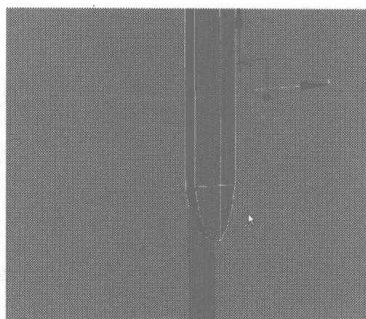

图 4.412
- 03 选择如图 4.412 所示的物体，单击右键，在弹出的快捷菜单中选择 Attach 命令，再选择要焊接的物体，将其焊接。